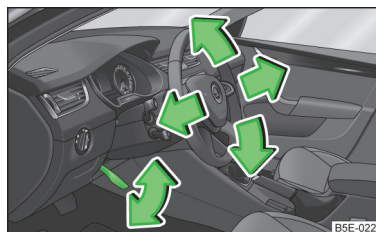

Fig. 114
- Rabatați în jos maneta de sub volan » fig. 114.